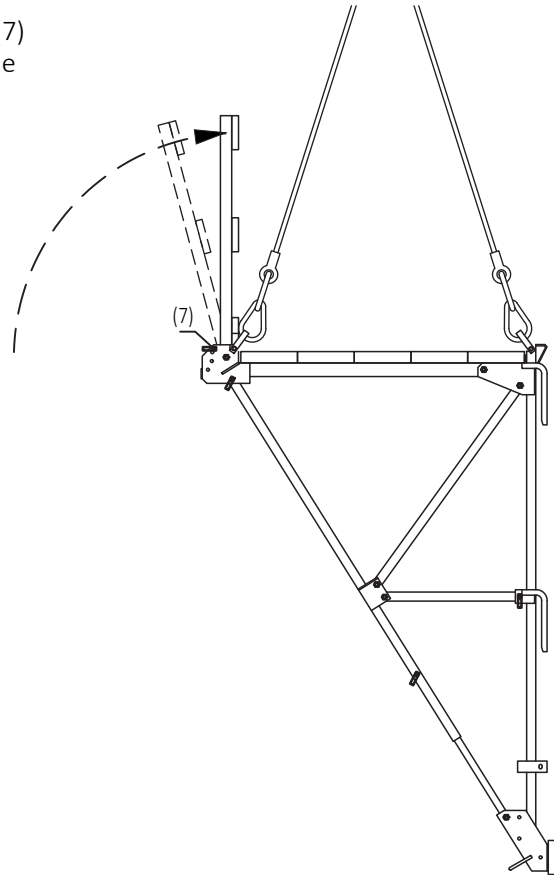

Bild 4.1.5
- 5 Vor dem Abheben vom Boden Federstecker (7) am Geländer lösen, dieses hochklappen, in die gewünschte Position (senkrecht oder um 15° geneigt) bringen und wieder mit Federsteckbolzen sichern (Bild 4.1.5).